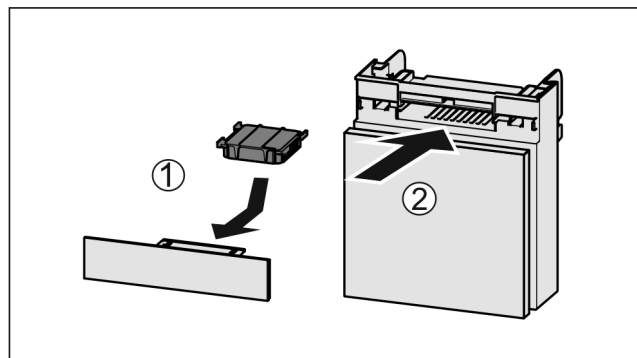

Fig. 110
- Vložte aktívny uhlíkový filter podľa obrázka Fig. 110 (1).
- Zasuňte zásuvku Fig. 110 (2).